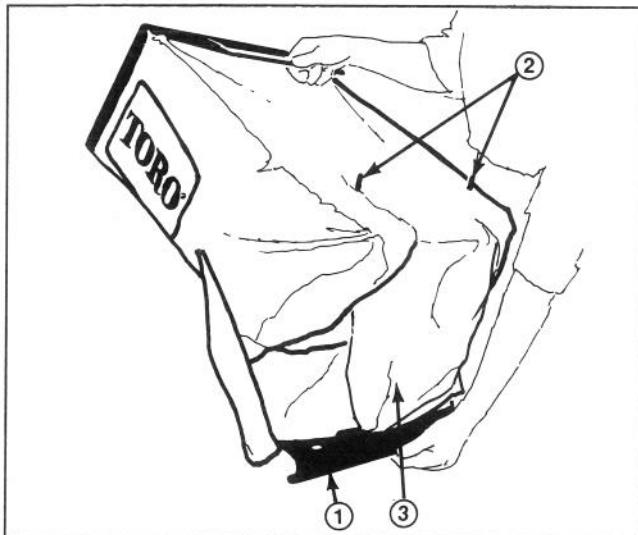

Abbildung 13
**4a. SACKENTLEERUNG** (nur für Modelle mit Selbstantrieb)—Fassen Sie den Griff des Sackrahmens an, heben Sie den Plastikhebel von den Stiften und schieben Sie das hintere Ende des Grassacks vom Sackrahmen herunter (Abb. 13). Die Klappe am hinteren Ende des Grassacks hochheben, und langsam das vordere Ende des Sacks anheben und schütteln, um den Sack zu entleeren.